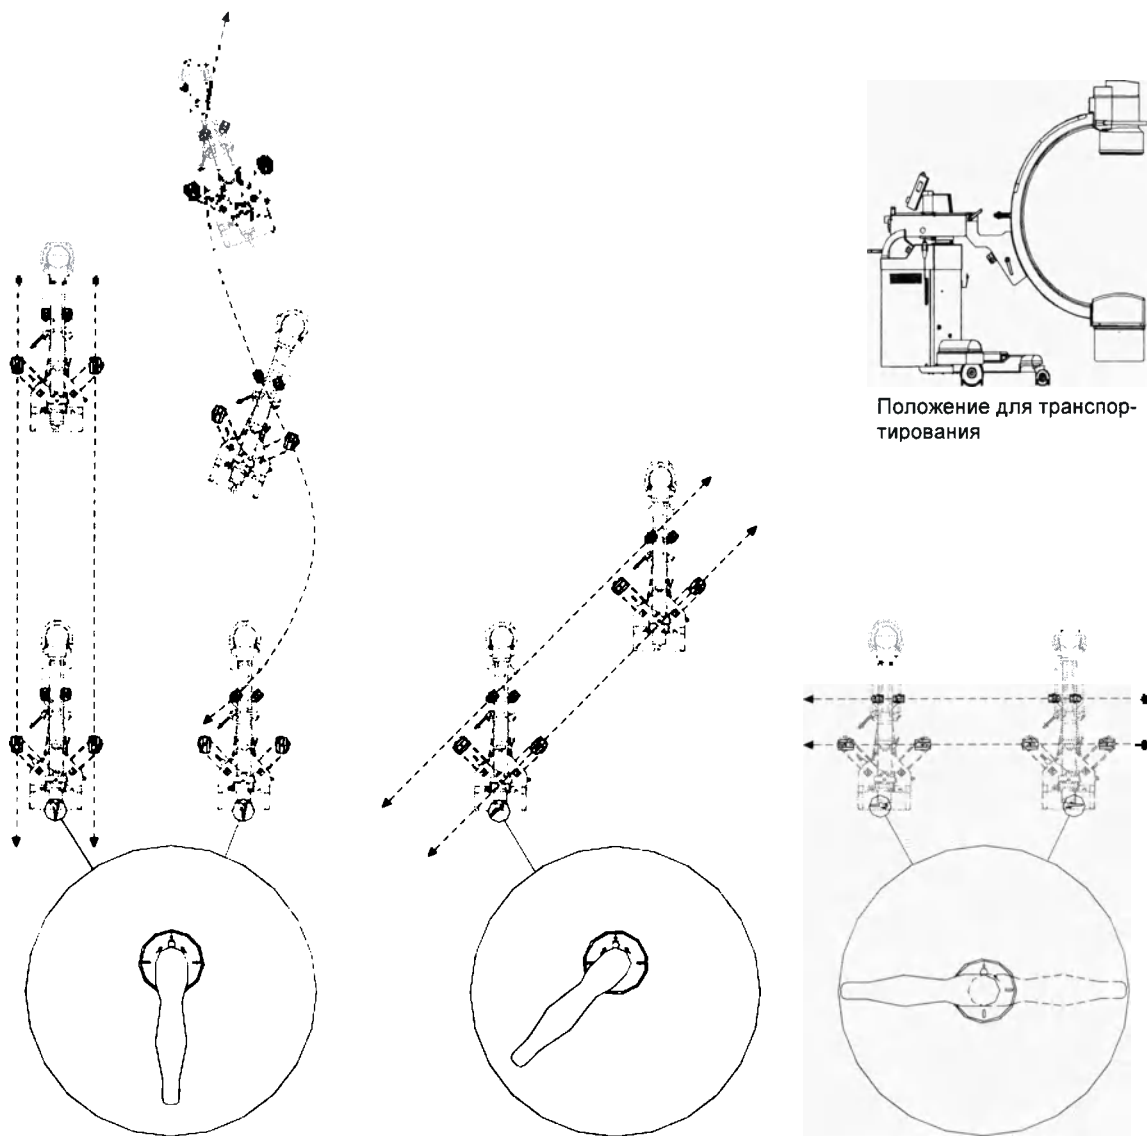

Рисунок 47
8.1.10.1 Для движения в определенном направлении (см. рисунок 47) задние колеса поворачиваются при помощи направляющего рычага.